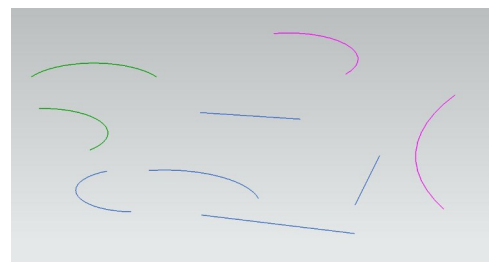

рис.42
- Представьте себе набор примитивов на рис.42: прямые отрезки и дуги разного цвета. А нам, предположим, нужно выделить только *зеленые дуги*.